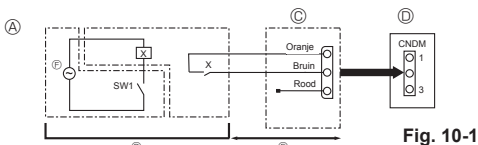

Fig. 10-1
10.1. Stille werking (wijziging ter plaatse) (Fig. 10-1)